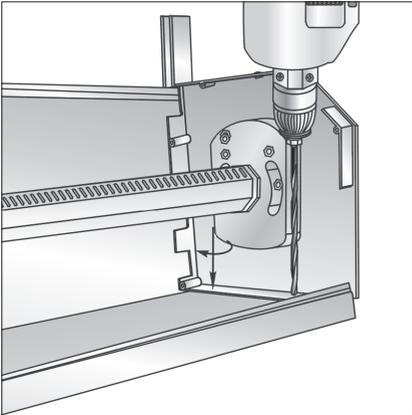

Abb. 9
- ? bohren Sie bei Einbaumontage in der oberen Aufkantung jedes Deckels jeweils 2 Löcher (Abb.9);